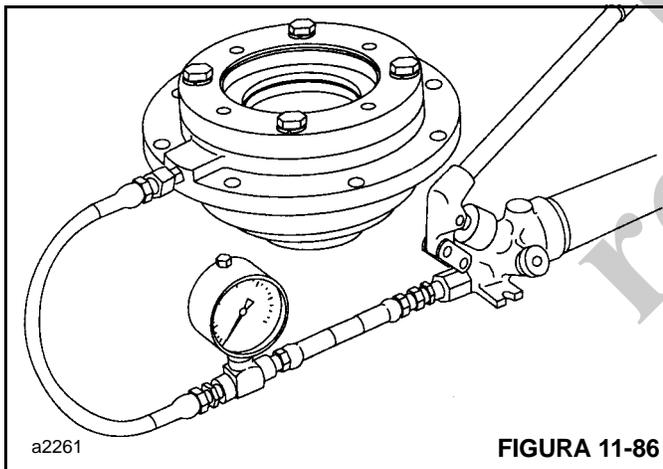

FIGURA 11-86
1. Instale a conexão 4 J.I.C. na entrada de liberação do freio. Conecte uma bomba manual com um manômetro de 0 a 38,00 bar (0 a 2000 psi) e a válvula de corte a essa conexão (Figura 11-86).